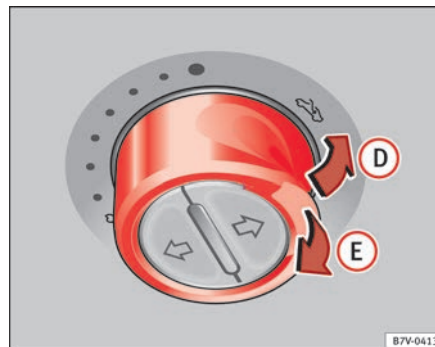

Fig. 59 No revestimento interior do tecto: pressione o comutador e puxe-o para levantar e fechar o tecto.
⇒ Fig. 59
- *Tecto de abrir panorâmico*: Durante os 5 segundos seguintes após o disparo da função antientalamento, mantenha o comando puxado para trás ⇒ Fig. 59 (seta E) até que o tecto de abrir panorâmico fique completamente fechado.